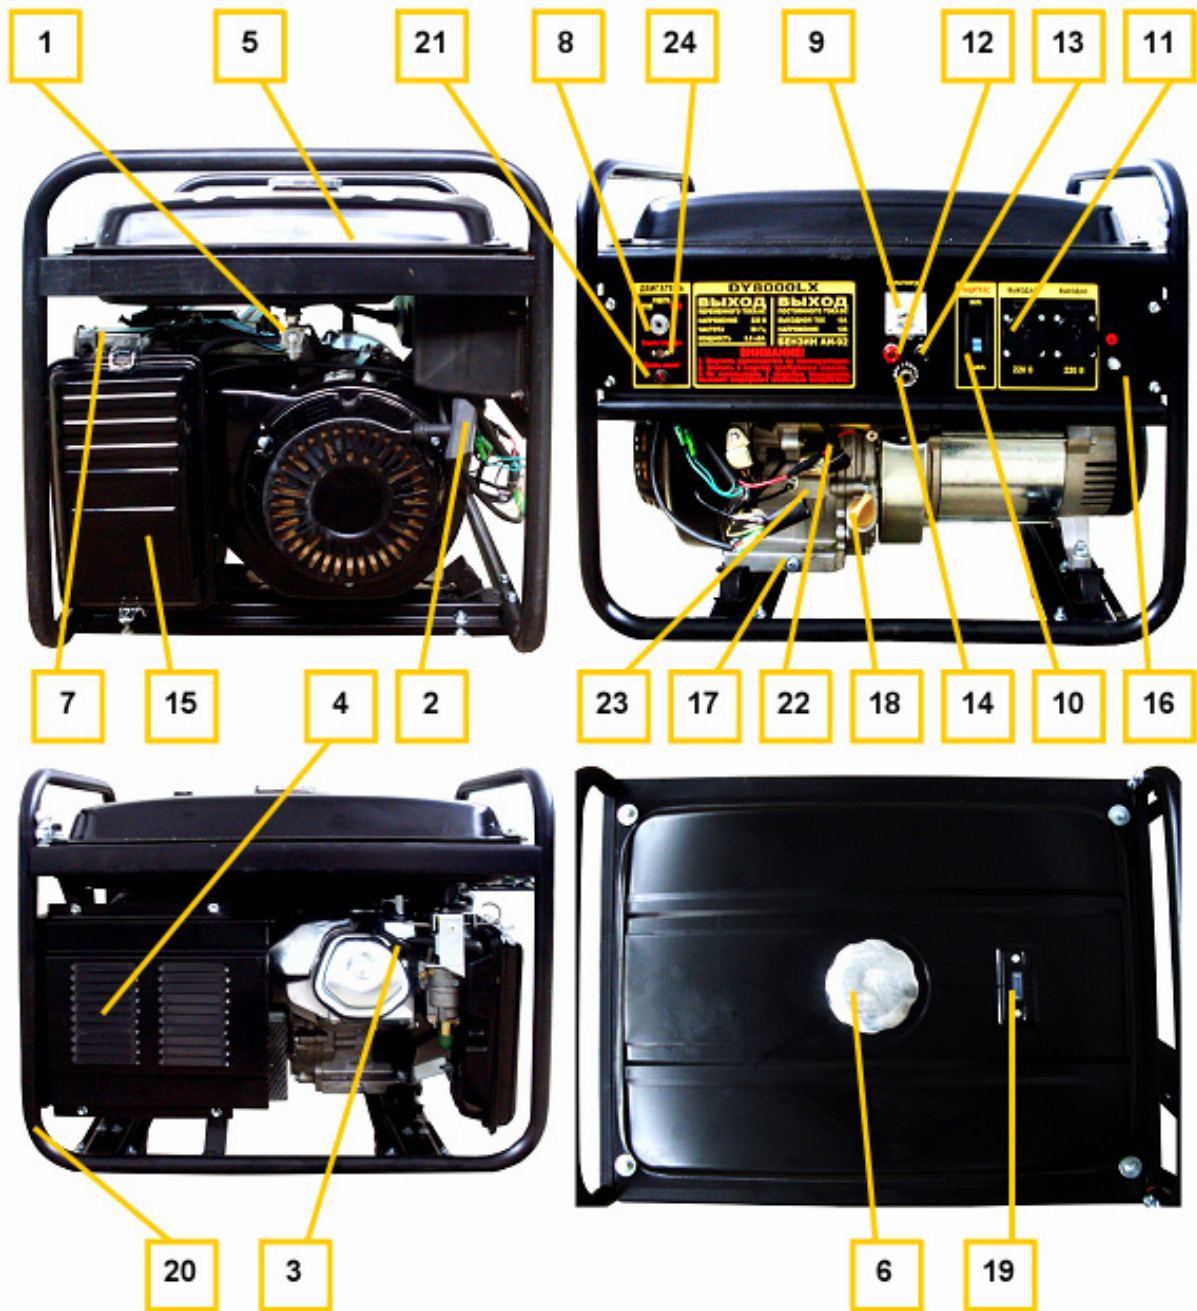
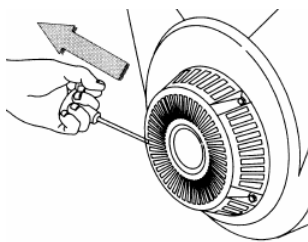

Рис. 1
Рис. 2
- Вывинтить щуп (поз.18 рис.1) и залить в картер масло соответствующего типа (таблица 2 п.8) до нижнего края горловины. Вставить чистый сухой щуп в горловину картера и вынуть его. Проверить уровень масла: граница смоченной области щупа должна располагаться между отметками минимального и максимального уровней.
- При установке генератора следует подключить к резьбовой клемме (поз.16 рис. 1) проводник заземляющего устройства, удовлетворяющего требованиям раздела «Обеспечение требований безопасности».
- Отключить все потребители переменного тока от генератора, переведя рычаг автоматического выключателя (поз.10 рис.1) в отключенное положение «0», отсоединить потребители постоянного тока от клемм (поз. 12, 13 рис. 1).
- При использовании бензина открыть топливный кран (поз. 1 рис. 1)
- При использовании бензина перевести рычаг управления воздушной заслонкой (поз.7 рис.1) в крайнее левое положение при пуске холодного двигателя и в промежуточное положение при пуске прогретого двигателя.
- Перевести выключатель двигателя (поз.8 рис.1) в отключенное положение «0».
- Плавно вытянуть до упора трос ручного стартера за ручку (поз. 2 рис. 1) и вернуть в исходное положение (см. также рис. 2).
- Перевести выключатель двигателя (поз.8 рис.1) во включенное положение «1».
- При ручном пуске придерживая генератор за раму, резко с интенсивным усилием вытянуть трос стартера до упора (рис. 2), повторив действие несколько раз при необходимости. Если двигатель не запускается, следует изменить положение рычага воздушной заслонки, сдвигая его вправо тем больше, чем выше температура двигателя и окружающего воздуха при использовании бензина или повторить кратковременное нажатие кнопки регулятора при работе на газе, затем повторить пуск с помощью стартера. Включение электрического стартера производится поворотом ключа выключателя (поз.8 рис.1) в крайнее правое положение «пуск». Сразу после пуска двигателя отпустить ключ для обеспечения его самовозврата в среднее положение. При срабатывании защиты (поз.24 рис.1) нажать сброс после остывания автоматического выключателя.
- При работе на бензине после прогрева двигателя в течение времени около 10-40 секунд, в зависимости от начальной температуры, перевести рычаг заслонки (поз. 7 рис. 1) в крайнее правое положение, если при этом двигатель работает неустойчиво вернуть рычаг заслонки (поз. 7) в прежнее положение и обеспечить завершение прогрева.
- Подключить к разъемам генератора потребители, соответствующие требованиям раздела «Обеспечение требований безопасности». Полная (сумма активной и реактивной) мощность всех подключаемых потребителей в стационарном режиме не должна превышать значений номинальной мощности, указанных в Таблице 1. Не допускается длительное превышение номинальной мощности более, чем на 10% выше номинального значения. Включить автоматический выключатель (поз.10 рис.1), установив его рычаг управления в положение «1».
- При работающем генераторе отключить автоматический выключатель (поз.10 рис.1), отсоединить потребители постоянного тока от клемм.
- Закрыть топливный кран (поз.1 рис.1).
- 6.1 Наличие и величина напряжения переменного тока индицируется и измеряется вольтметром (поз.9 рис.1).
- 6.2 Причиной отсутствия напряжения при работающем генераторе может служить срабатывание автоматических выключателей защиты цепей от перегрузки (поз. 10, 14 рис.1). В этом случае следует устранить причину перегрузки и нажать кнопку или клавишу сброса соответствующего автоматического выключателя после его остывания.